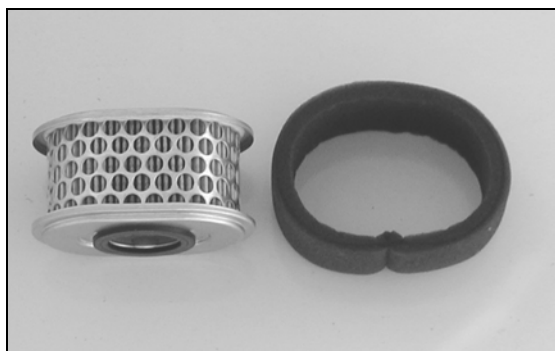

Figure 22
3. Retirez le filtre à air et séparer la mousse de l'élément papier (figure 22). Vérifiez que les éléments ne soient ni troués ni déchirés. Remplacez les si tel est le cas.